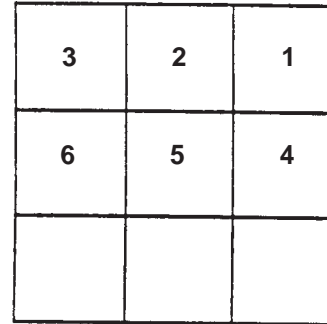

Figure 2
**Pour nettoyer une surface recouverte de tapis, procéder comme suit:** (Voir fig. 2)